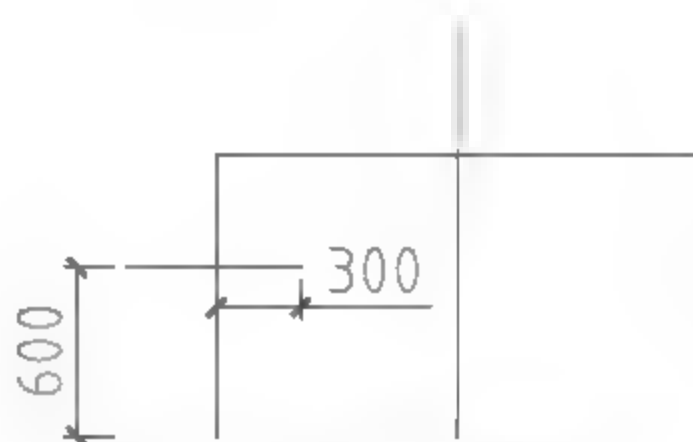

图8-58 绘制水平线段
- 调用L【直线】命令，绘制长度为600的水平线段，如图8-58所示。